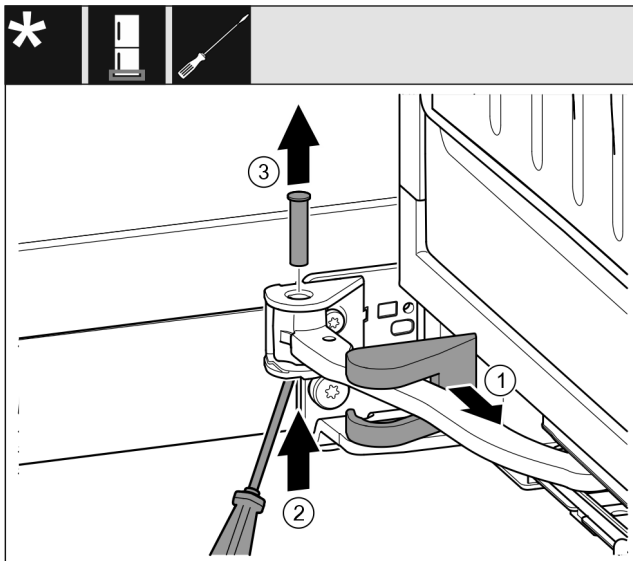

Fig. 17
▶ 卸下托架盖 Fig. 17 (1)并沿着铰链移动。
▶ 将螺栓 Fig. 17 (2)用螺丝刀从下方提起。
▶ 从上方拉出螺栓 Fig. 17 (3)。